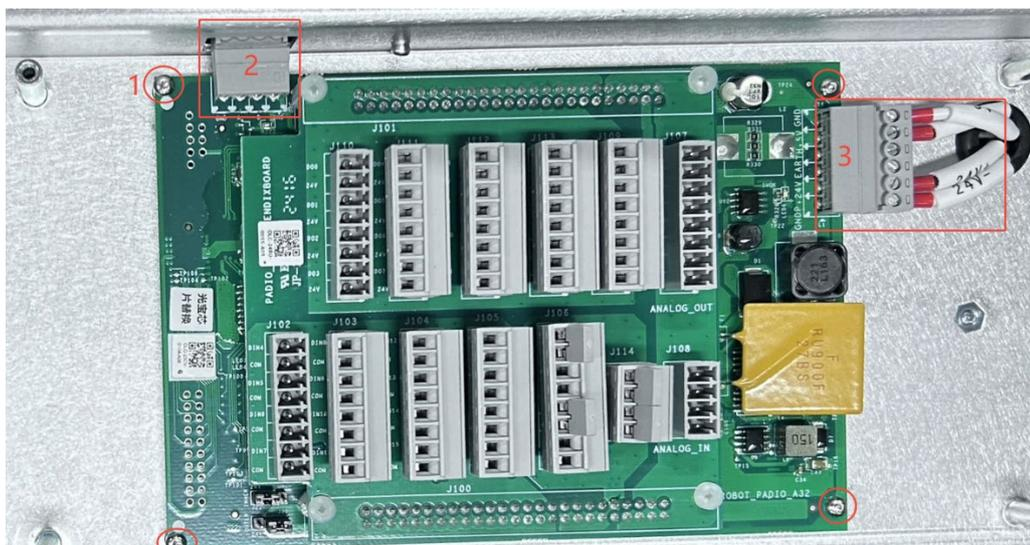

图 3-35：安装十字槽盘头螺钉、连接连接器
5. 依次安装十字槽盘头螺钉、连接 485 通讯连接器和 24V&5V 连接器，如图 3-35 所示；